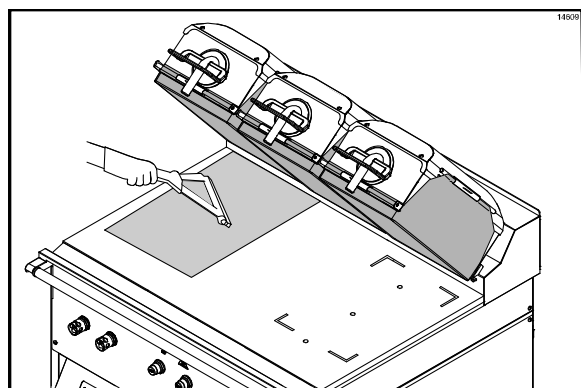

图 75
50. 用煎炉橡皮刮板轻轻挤出气泡，确定要使不粘模发生褶皱或折叠。（请见图 75）